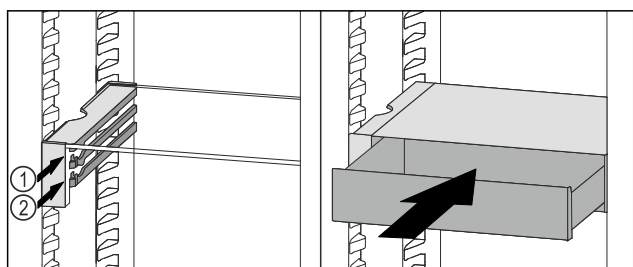

Fig. 136
- ▶ Nasadte zásuvku VarioSafe za zarážky na požadovaném žebro Fig. 136 (1) nebo Fig. 136 (2).